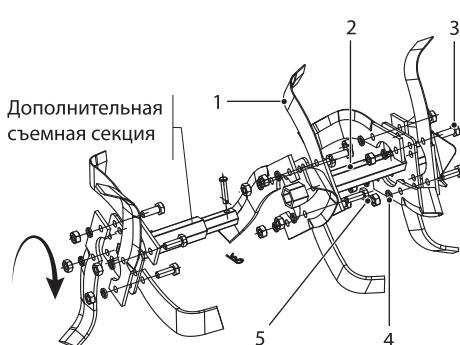
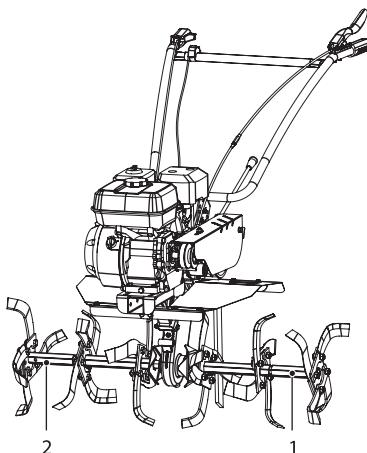

Рис. 7
Рис. 8
Для работы мотоблока с фрезами их необходимо самостоятельно собрать из прилагаемого комплекта. Схема сборки правой фрезы показана на рис. 7. Фреза разборная, состоит из двух секций: одноручьевая и двухручьевая. Левая собирается зеркально.
Последовательно установите ножи 1 на фланцы 2 оси фрезы (рис. 7) (устанавливайте ножи таким образом, чтобы заточенные поверхности ножей при работе врашались вперед) и надежно закрепите их с помощью болтов 3, шайб 4 и гаек 5. Фрезы необходимо собирать правильно, т.е. каждый последующий набор ножей (ручьей) должен идти со смещением на 30°, образуя пространственную спираль. Данная схема позволяет равномерно распределять нагрузку на двигатель при вращении вала. Левая (1) и правая (2) фреза собираются симметрично относительно друг друга (рис. 8).